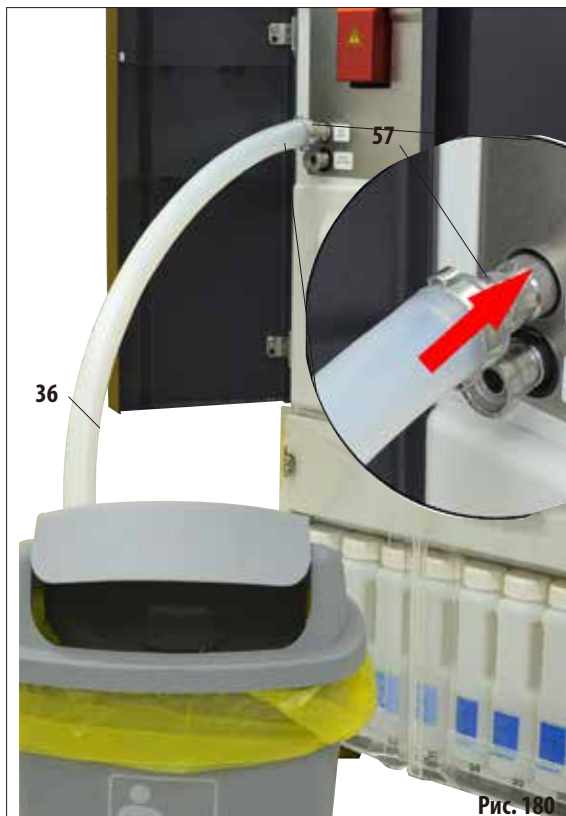

Рис. 180
- Наденьте шланг для слива парафина (36) на штуцер (57) выпуска парафина на передней стороне прибора и выведите его в приёмную ёмкость (рис. 180).